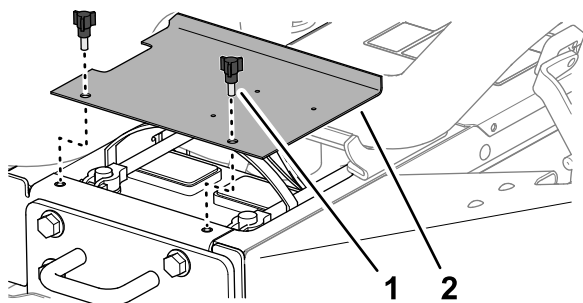

Figure 4
1. Retirez les 2 boutons qui fixent le couvercle de la batterie sur la machine et déposez le couvercle (Figure 4).